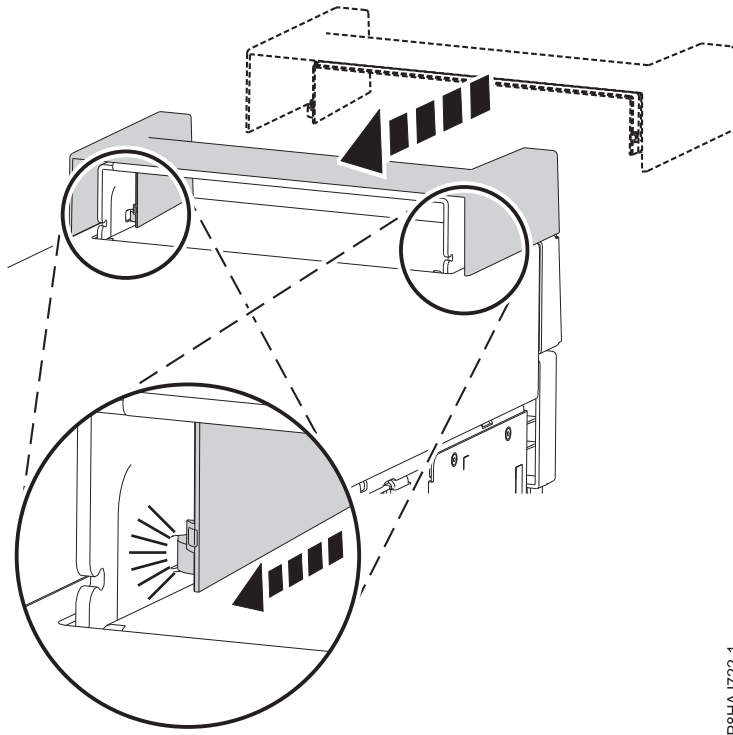

Abbildung 24. Befestigen der Griffabdeckung bei einem Standalone-System vom Typ 8286-41A
1. Befestigen Sie die Griffabdeckung an der internen RDX-Andockstation (FC EUA3), indem Sie sie in Richtung der Rückseite des Systems schieben. Siehe Abb. 24.